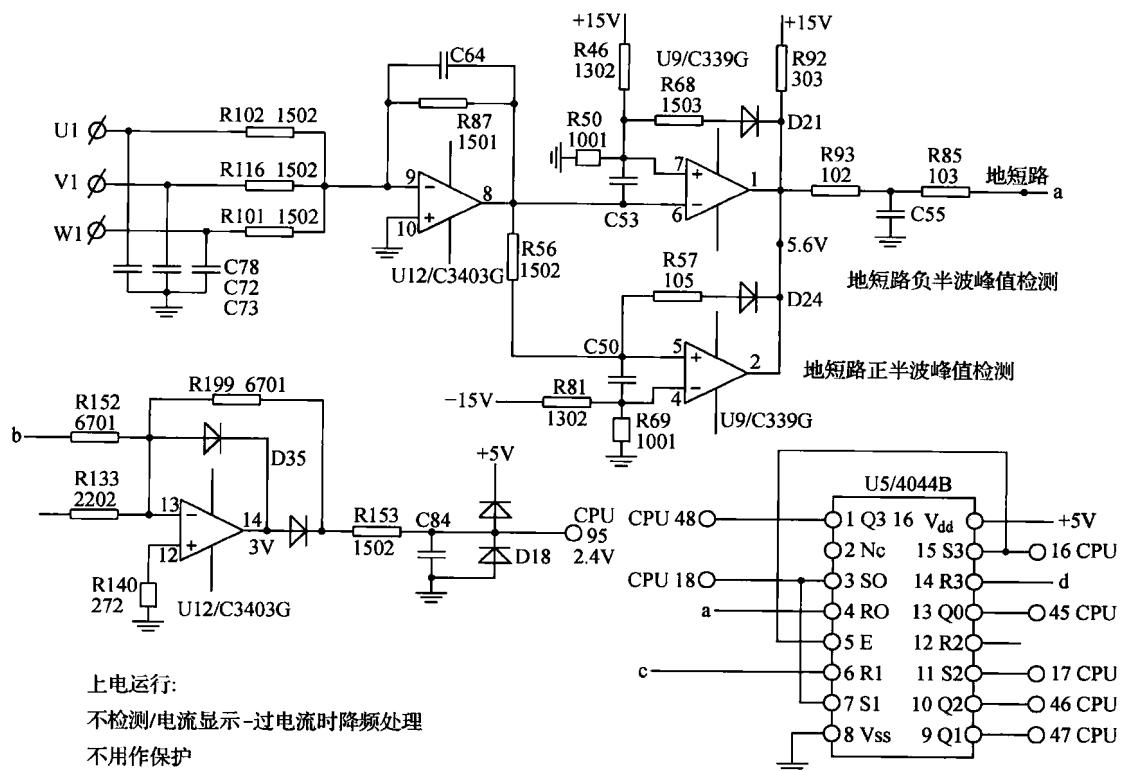

图 1-5 变频器 CPU 主板的故障检测电路例图
(3) 变频器 CPU 主板的故障检测电路例图（见图 1-5）
(4) 变频器 CPU 主板的故障检测电路元器件及单元电路的命名
CPU 主板电路往往一张图上画不开，会拆分为几张图来画，可能会单独画出如图 1-5 所示的故障检测电路。CPU 器件的功能引脚图如果在第一张图上已经画了，后面几张图便不再画出，但电路与 CPU 的连接，仍画出 CPU 的相关引脚序号。这里的故障检测与保护电路（也是笔者的起名），相对于电源/驱动板的前级电路，起名为后级电流、电压、温度等的信号检测电路。在做过通电带载验证的情况下，各电路的具体作用有的用中文直接标出，甚至连同各工作点的动/静态电压值。